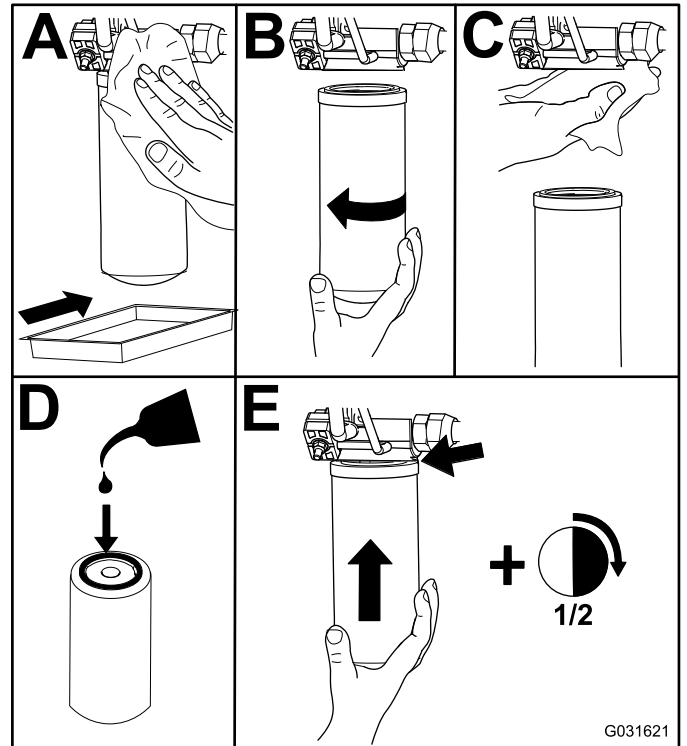

Figura 118
2. Sustituya el filtro hidráulico de carga en el compartimento de elevación hidráulico, tal y como se muestra en la Figura 118.
4. Sustituya el filtro de retorno a la derecha de la máquina (Figura 118).